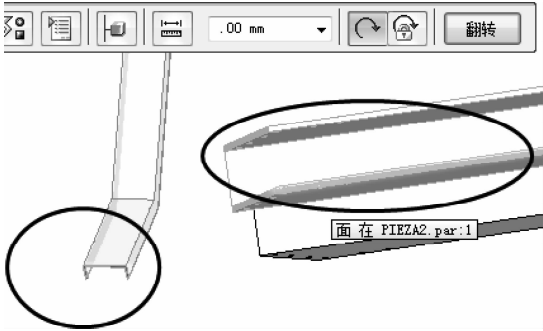

图 8-19 面对齐配合 1
(4) 配合【零件4】的侧面窄边与【零件2】的侧面窄边的面对齐配合，如图 8-19 所示。